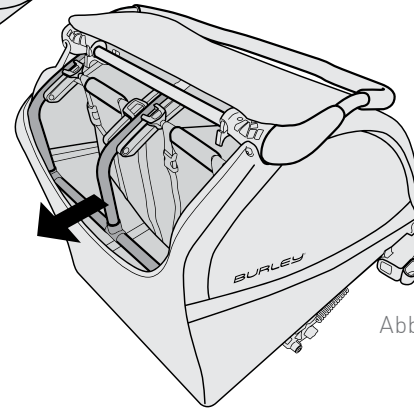

Abbildung 2
2. Ziehen Sie das mittlere Rahmenrohr zu sich (Abbildung 2).